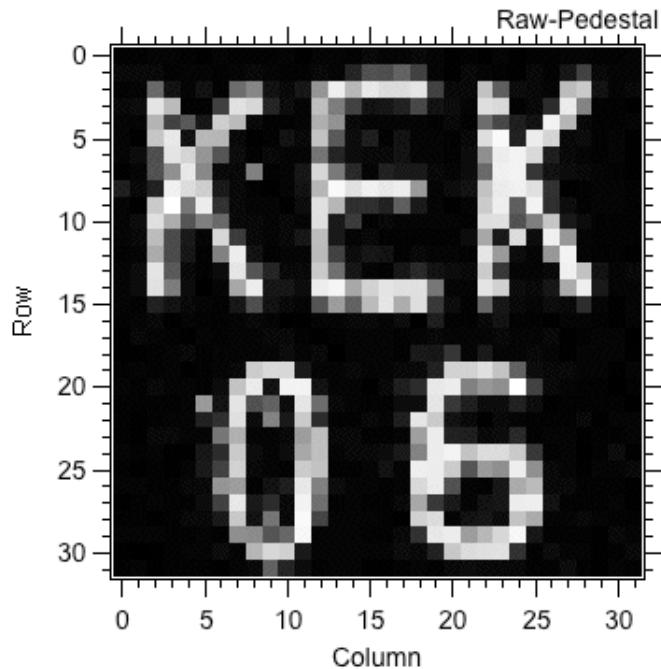
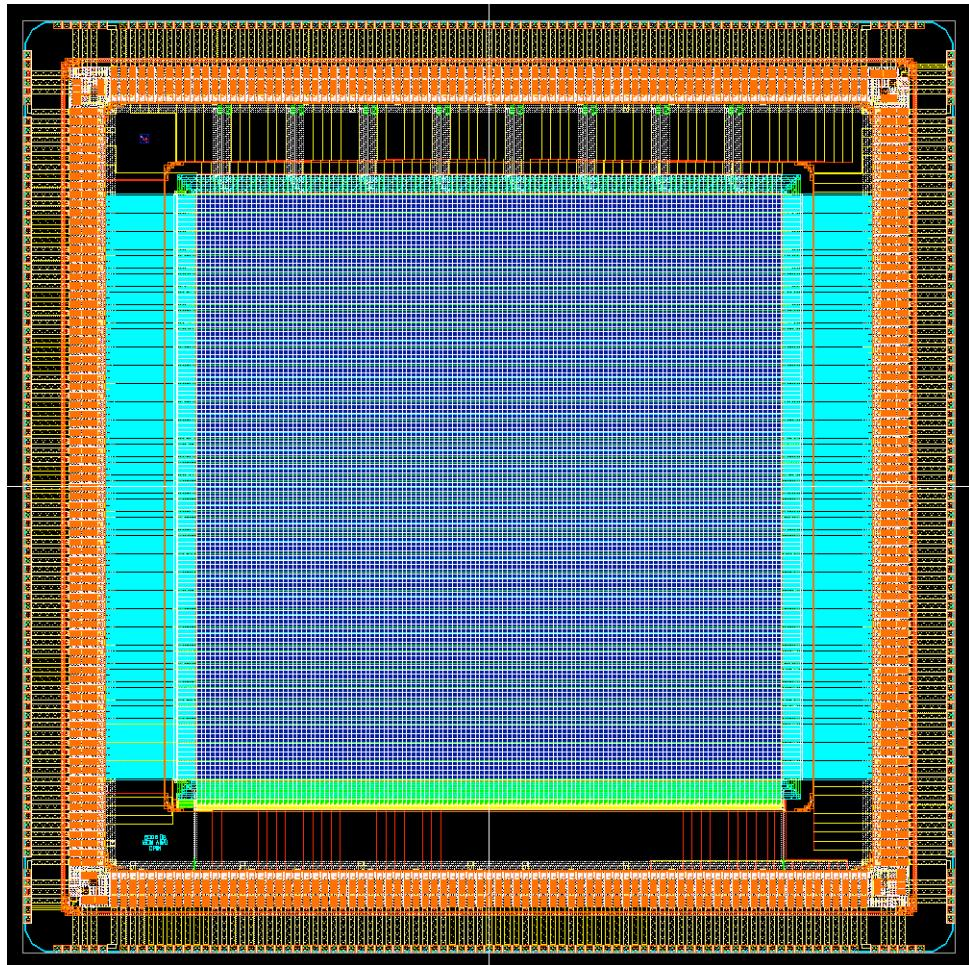

図 1。最初の SOIPIX によるイメージ撮影。
図2。12月に設計を終えた計数型ピクセル検出器(10mm 角)。
(1) 昨年度初めて試作を行なった SOI (Silicon-On-Insulator) Pixel/Strip/Frontend Electronics の試験。電気的な試験を終えた後、レーザー光による画像の取得(図 1)、 $\beta$  線への応答の測定と進み、ほぼ目的とする成果を上げる事が出来た。
(2) SOI Pixel の技術を拡大させる為に、多くの国内外の会議で発表を行なった(表 1)。成果のいくつかは論文にまとめた(表 2)。
(3) 上記発表を通じ多くのユーザーに呼びかけ、KEK 主導の初めての MPW(Multi Project Wafer)を行なった。これには LBL, FNAL を始めとする国外からの設計も含め 17 設計が集まり成功させる事が出来た(表 3、図 2)